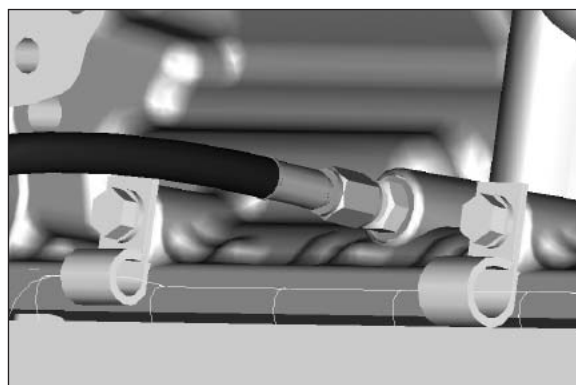

Abb. 8
7. Die Hochdruckleitung mit dem Spezialanschluss (379812) fest am Getriebe anbringen. Dieser Anschluss ist im Lieferumfang des Nebenantriebs enthalten. Mit 11,0 - 13,5 Nm (8-10 Lbs. ft.) anziehen (**Abb. 8**).